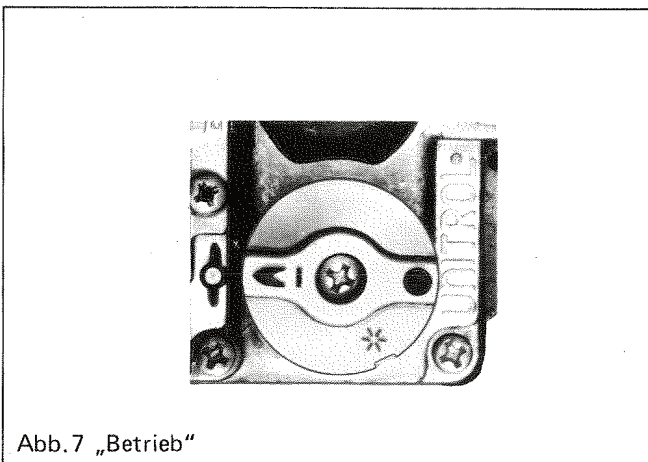

Abb. 7 „Betrieb“
- g) Bleibt Zündflamme stabil, Knebel in Stellung „Betrieb“ drehen (Abb. 7).